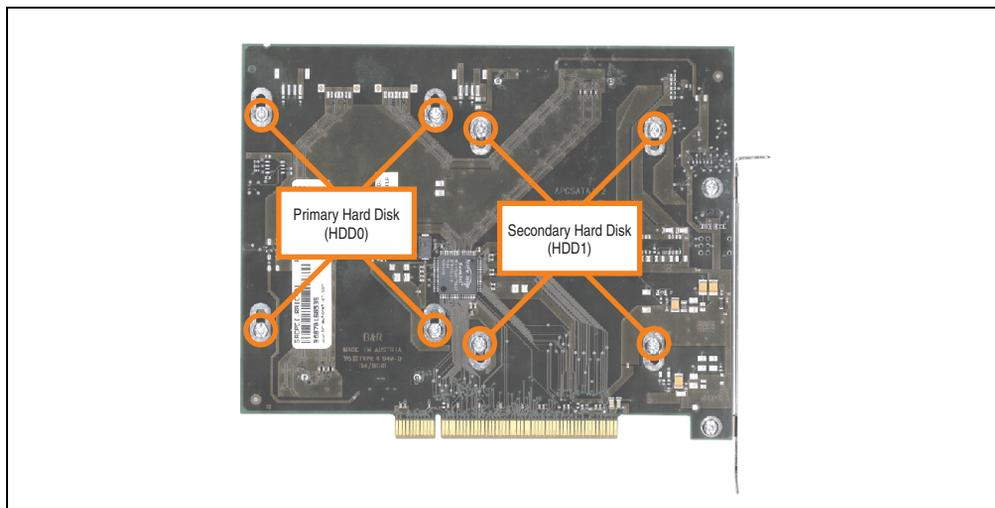

Abbildung 370: Rückseite des SATA RAID Controllers Schraubenzuordnung
- Lösen der richtigen 4 Befestigungsschrauben (M3x5) - siehe Abbildung 370 "Rückseite des SATA RAID Controllers Schraubenzuordnung", auf Seite 665.